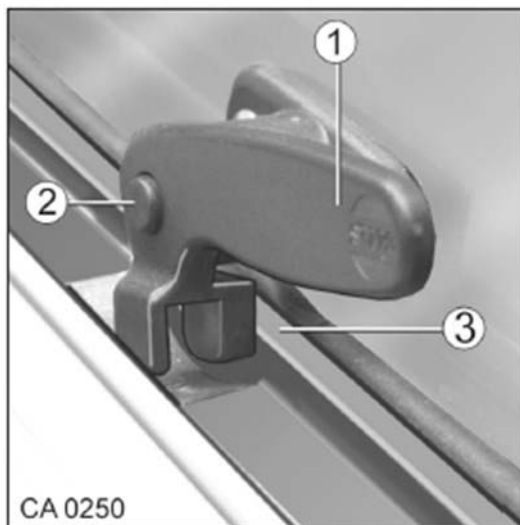

Fig. 69 Verrouillage des vitres orientables
1. Appuyer sur le bouton de blocage (Fig. 69/2) et le maintenir appuyé.
2. Placer le levier de verrouillage (Fig. 69/1) verticalement.
1. Fermer la vitre orientable en tirant sur le levier de verrouillage (Fig. 69/1).
2. Tirer le levier de verrouillage (Fig. 69/1) vers soi et le positionner horizontalement en le tournant dans le sens horaire. Le levier de verrouillage doit se trouver sur la face intérieure de l'entretoise de la vitre (Fig. 69/3).